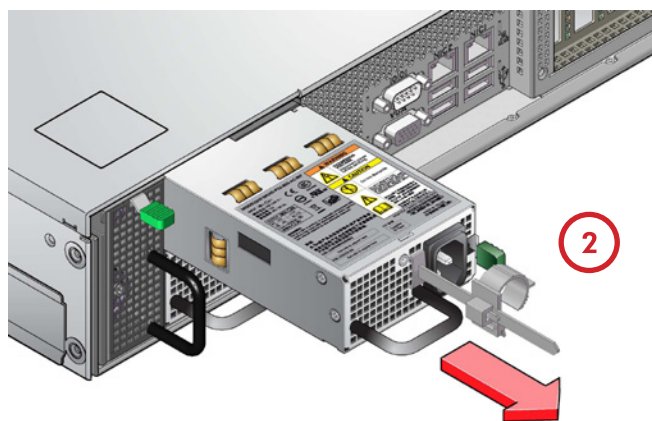

Figure 4b : Retrait d'un bloc d'alimentation
4. Saisissez la poignée et retirez le bloc d'alimentation (Figure 4b).